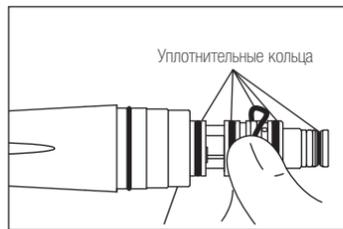

Рис. 9
- 2) Аккуратно извлеките большим пальцем все уплотнительные кольца (Рис.9).